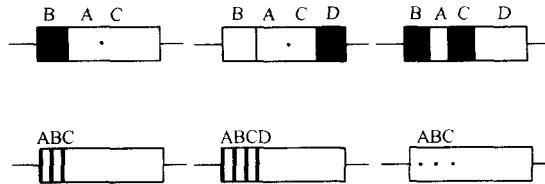

图 1-13 电阻器阻值与误差的色码表示法
- 色码表示法：用不同颜色的色带或色点标识在电阻体的表面上来表示其参数。图 1-13 所示为几种常见的色码表示法。色环、色点所代表的意义见表 1-5。